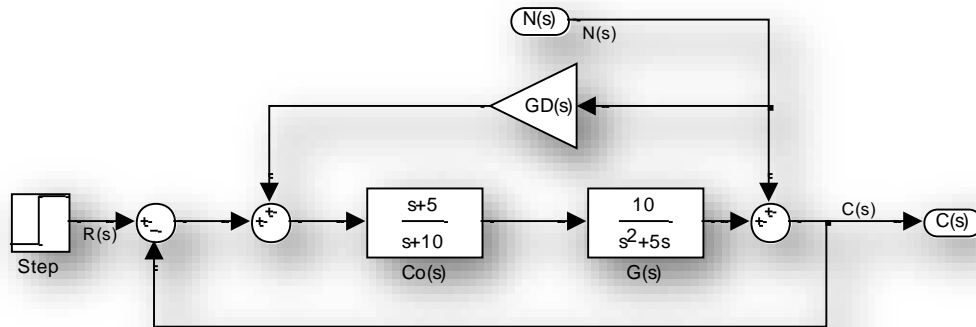

Figura 1
37. En la Figura 1 se muestra el diagrama de bloques de un sistema de control de una antena de campo de colectores solares, donde la señal $R(s)$ representa a la entrada del sistema, $Y(s)$ representa a la salida del sistema, y $N(s)$ denota las perturbaciones que actúan sobre las salidas.